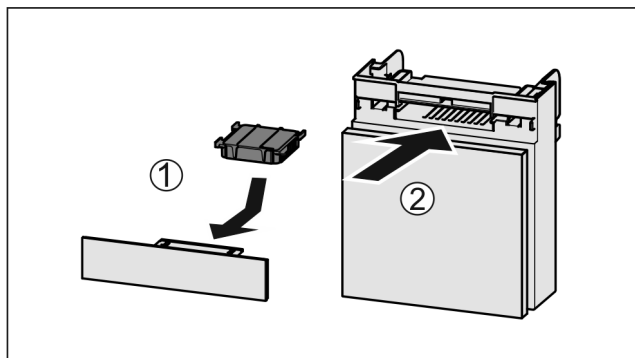

Fig. 178
- ▶ Wkładać Fig. 178 (1) filtr z węglem aktywowanym zgodnie z ilustracją.
- ▶ Wsunąć komorę Fig. 178 (2).